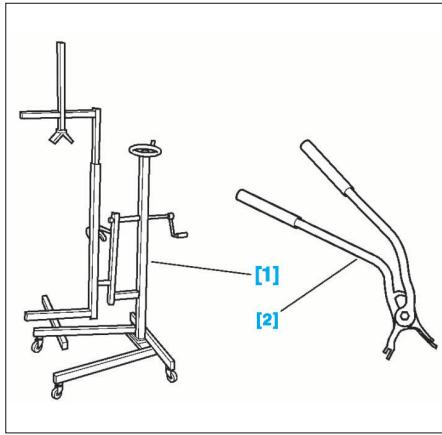

FIG. 35
- [1] Support de porte CELETTTE (Fig.35).
- [2] Extracteur d'axe Ref.1355-B (Fig.35).